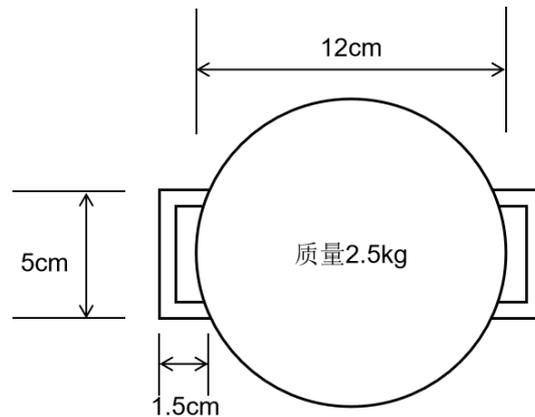

图4 砝码俯视示意图
- (1) 自比赛开始指令下达时刻开始计时，参赛者须在90分钟时间内完成复合地基制备全过程，超过90分钟将被扣分（见评分标准），超过120分钟将被取消资格。
- (2) 完工验收合格后，在评审小组的监督下，由参赛者自行进行加载测试。测试方法、程序和规则如下：
- (b) 正式加载前，首先施加2.5kg砝码（图4所示）作为预压荷载。预压荷载产生的沉降量不计入总沉降量。预压荷载施加时间30s。之后，预压荷载不取下。